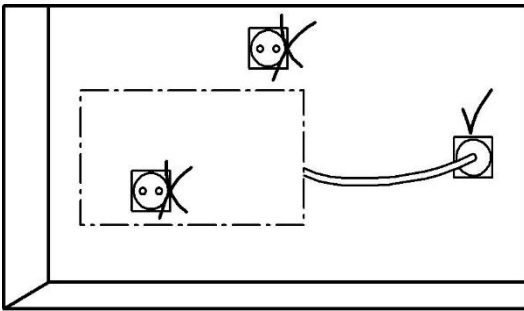

Рис.2
5.4 Для стационарной установки конвектора выполните на стене разметку под крепёжные отверстия (см. рис.2, табл.2) и закрепите кронштейны для установки конвектора, любым доступным способом, обеспечив надёжное крепление конвектора в течении всего срока эксплуатации и соблюдая минимальные расстояния от поверхностей конвектора до предметов окружающей обстановки, как показано на рисунке 3 (расстояния даны в сантиметрах).